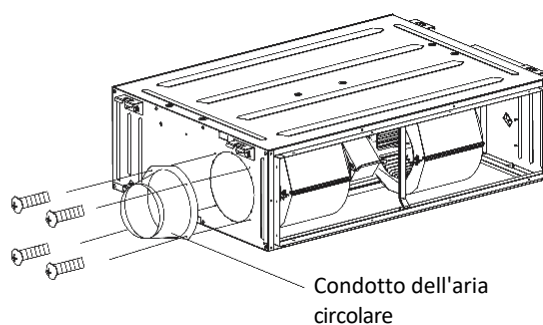

Fig. 4.4.7
❷ Installare la flangia circolare in modo che il condotto dell'aria fresca possa essere collegato come mostrato in Fig. 4.4.7.
❸ È necessario garantire la tenuta e l'isolamento termico sia per il tubo dell'aria che per il tubo con flangia rotonda.
❹ L'aria fresca deve essere trattata tramite il filtro dell'aria.